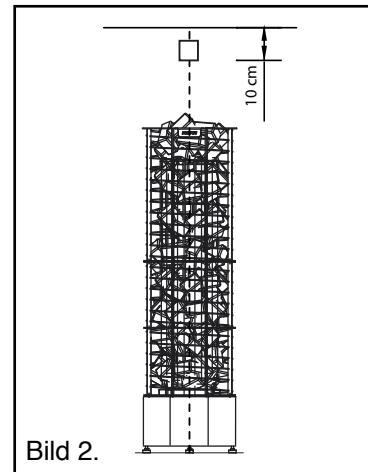

Bild 2.
- Installera temperatusensorn på väggen ovanför bastuaggretet, så att den befinner sig 100mm nedanför taket. (se Fig. 2)